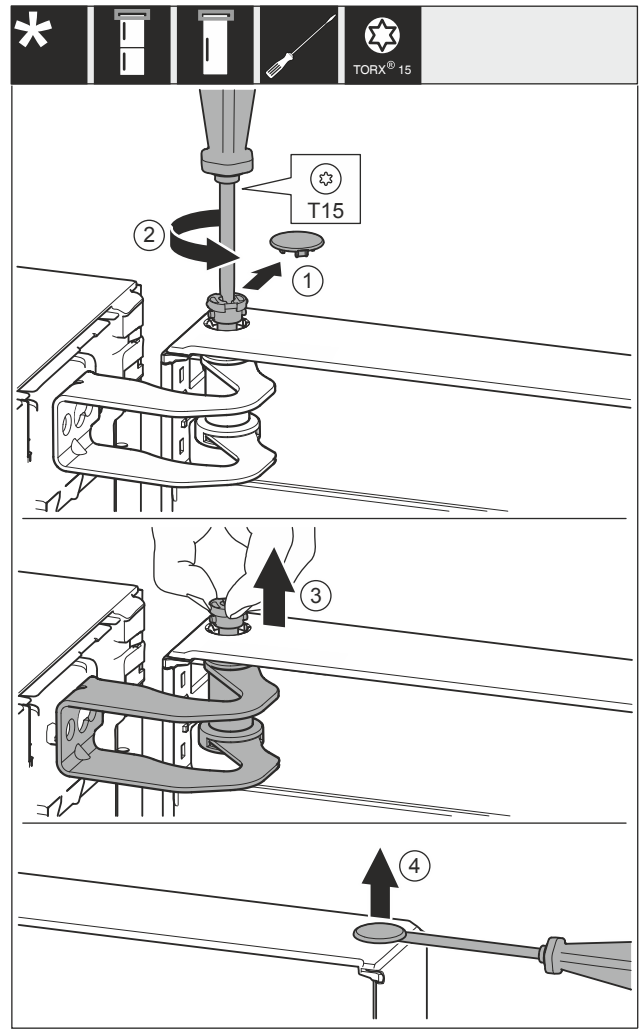

Fig. 27
- ▶ Abdeckung Fig. 27 (1) vorsichtig entfernen.
- ▶ Bolzen Fig. 27 (2) mit Schraubendreher ein Stück herausdrehen.
- ▶ Bolzen Fig. 27 (3) mit den Fingern herausziehen.
- ▶ Abdeckung Fig. 27 (4) vorsichtig mit einem Schraubendreher anheben und entfernen.